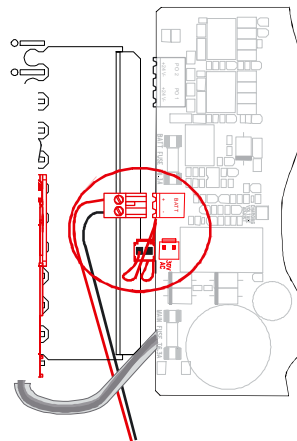

Рис.2
1. Установите батареи в шкаф. Проверьте, что кабель батарей отключен от разъема батарей BATT. (Рис.2)
4. Подключите кабель батареи к разъему батареи ВАТТ на плате PS (Рис.2).